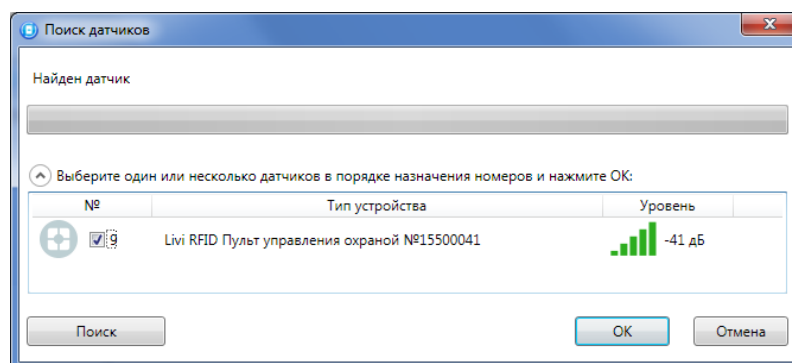

Рисунок 11.6 — Поиск радиоустройства
4. В следующем окне (см. рисунок 11.6) будет отображен список устройств, доступных для связывания в радиусе действия радиоканала. Если подключаемого устройства нет в списке, то его следует повторно перевести в режим связывания (любое устройство серии Livi находится в режиме связывания ровно 60 секунд).